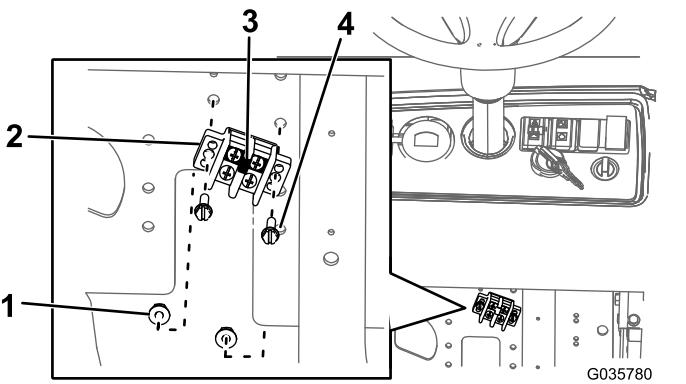

Figura 14
- Instale la franja de puente al bloque de terminales de tierra (Figura 14).
- Instale el bloque de terminales a tierra a la chapa de montaje con 2 pernos (Nº 10 x 3/4") y 2 tuercas (Nº 10), tal y como se muestra en la Figura 14.